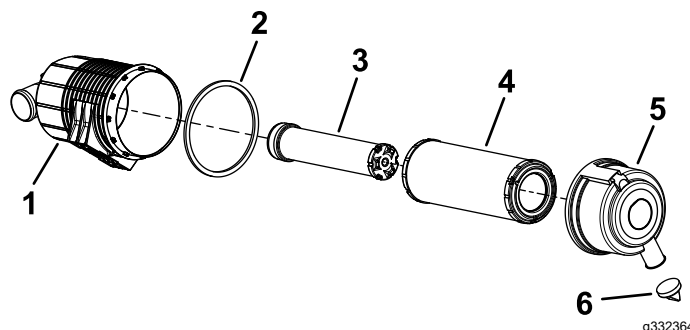

Figura 39
5. Revise el filtro del limpiador de aire y el elemento de seguridad si aparece un aviso (Figura 39).